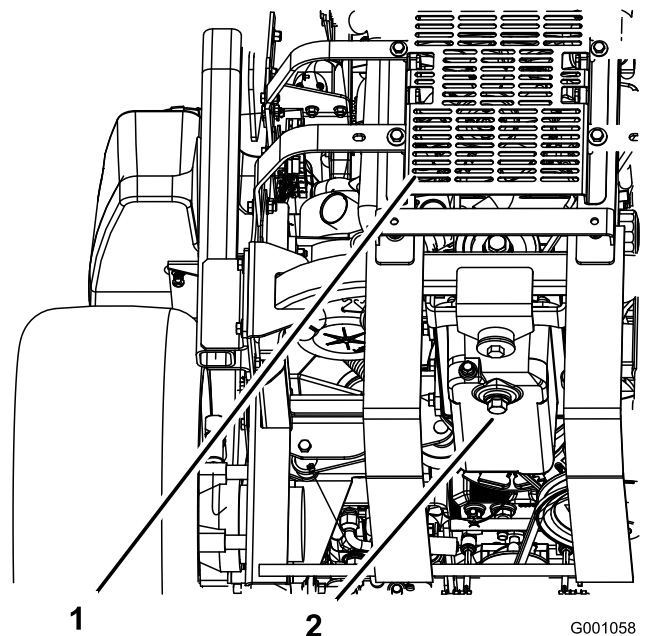

Figura 47
5. Coloque un recipiente debajo del orificio de drenaje de aceite. Retire el tapón de vaciado y deje que el aceite se drene completamente (Figura 47).